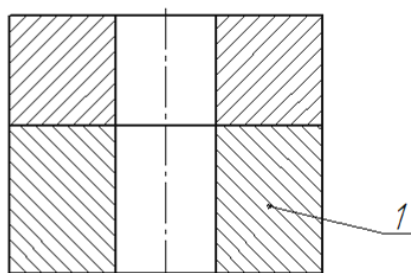

Рисунок 10. – Расположение номера позиции для детали «Основание»
3. С помощью команды  **Обозначение позиций** панели инструментов **Обозначения** поставьте номер позиции для детали «Основание» (рисунок 10).